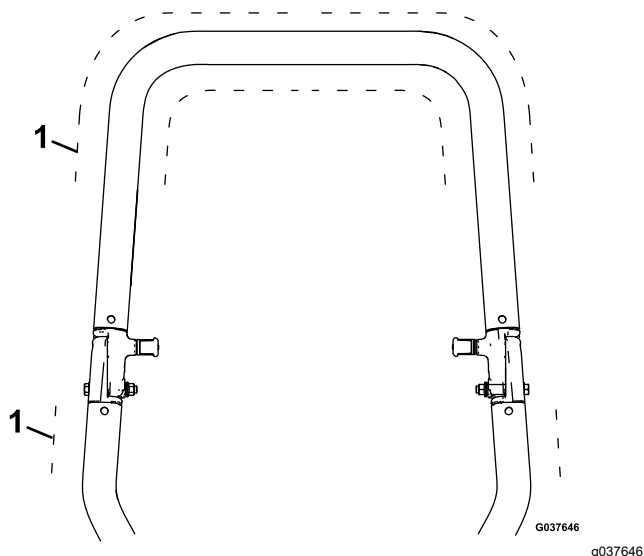

Figure 1
2. Fixez les 2 colliers de tube à l'emplacement souhaité sur l'arceau de sécurité (Figure 1).